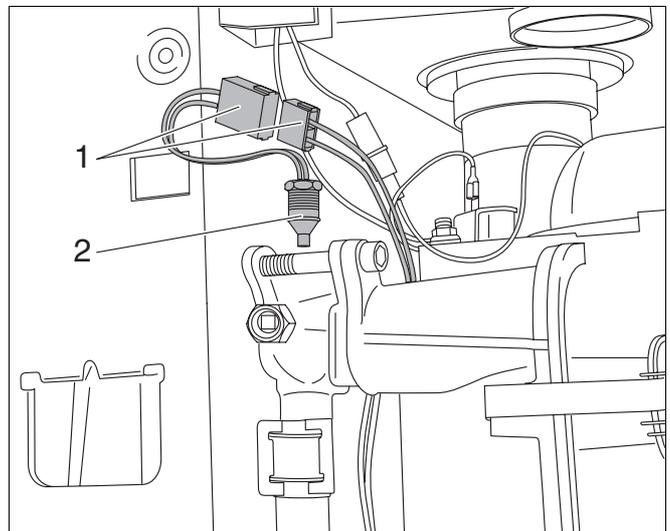

Fig. 65 Logamax plus GB122-11/19/24/24K:
- Staccare la connessione a spina (fig. 65, pos. 1).
- Svitare il sensore (fig. 65, pos. 2) e sostituirlo con uno nuovo.